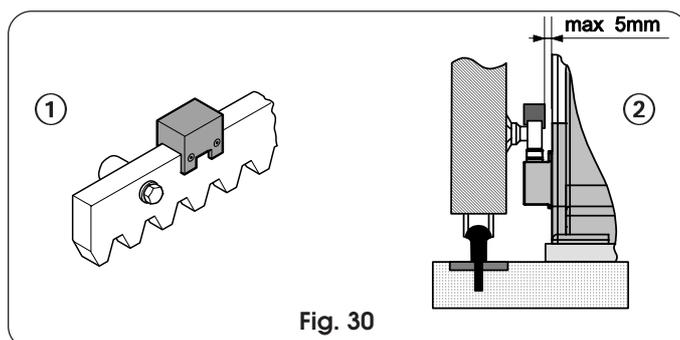

Fig. 30
- Coloque los imanes sobre la cremallera como se indica en la Fig. 30 Ref ①. Compruebe que la distancia entre el imán y el cuerpo del operador sea al máximo de 5mm (Fig. 30 Ref. ②).